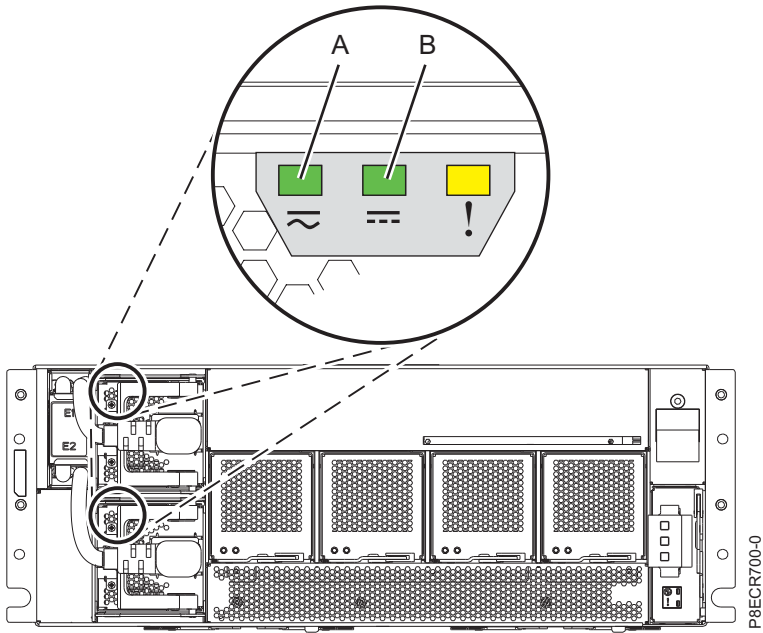

Figure 9. Vérification des voyants d'alimentation électrique en position allumée
2. Assurez-vous que les voyants d'entrée CA (A) de l'alimentation sont allumés. Voir figure 9, à la page 10.